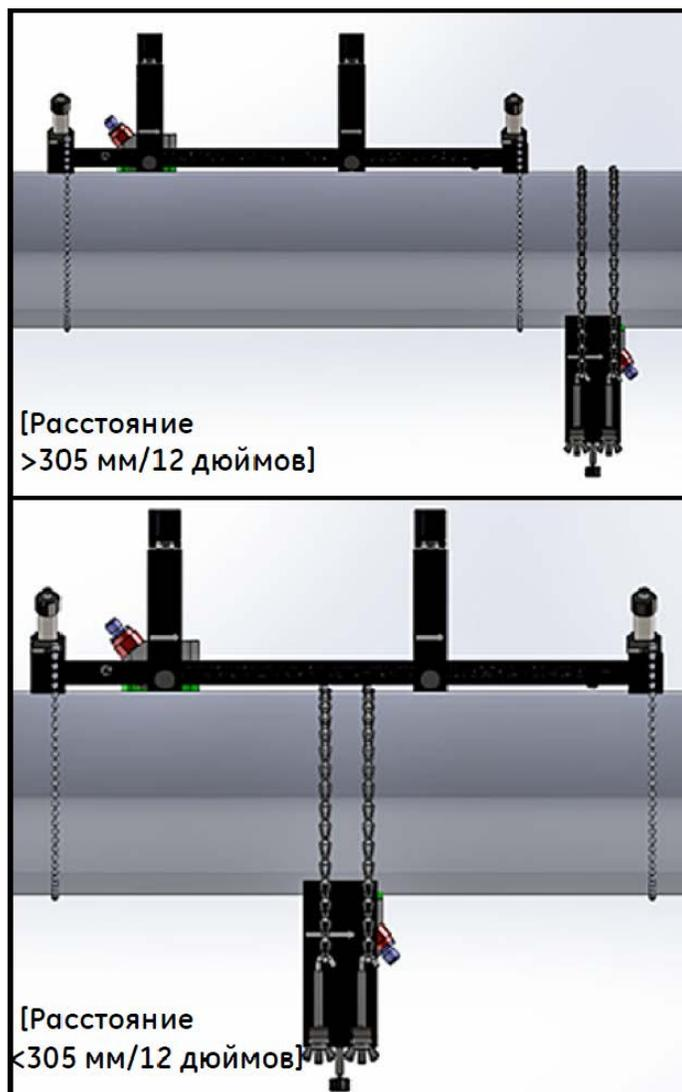

Рис. 33: Установка с нечетным числом проходов (вид сверху)
9. Затягивайте винт скобы, пока измерительный преобразователь не войдет в плотный контакт с трубой. Ваша законченная установка с нечетным числом проходов должна выглядеть так, как на Рис.33 ниже.